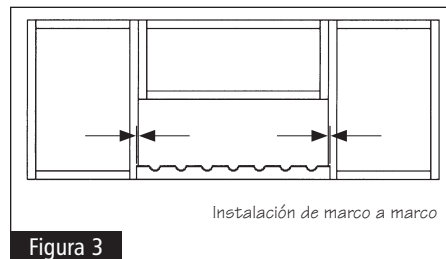

Figura 3
- **36" DE ANCHO:** Es necesario recortar sólo la rejilla frontal si se instalará entre marcos de gabinetes en los gabinetes. También será necesario recortar la rejilla posterior si se desea instalar entre paneles laterales de 1,91 cm de grosor. Sostenga la unidad frontal contra el marco del gabinete. Centre la unidad en la abertura de 36" y ponga una marca en donde sus extremos se superponen con los marcos. Haga un corte en las marcas de cada extremo. Vea la figura 3.